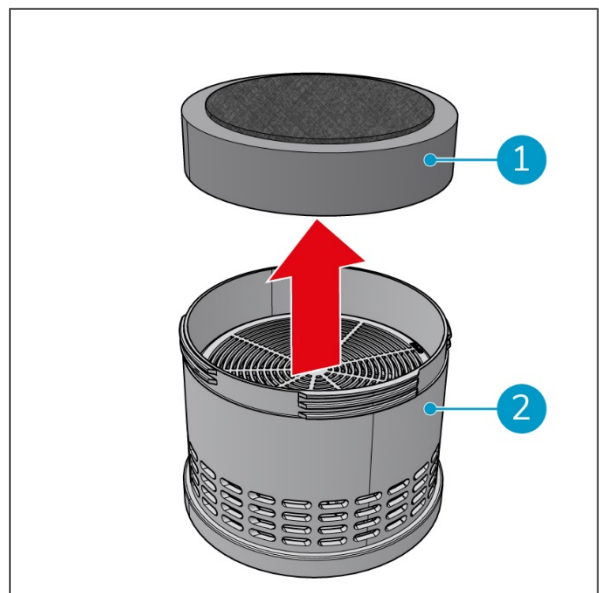
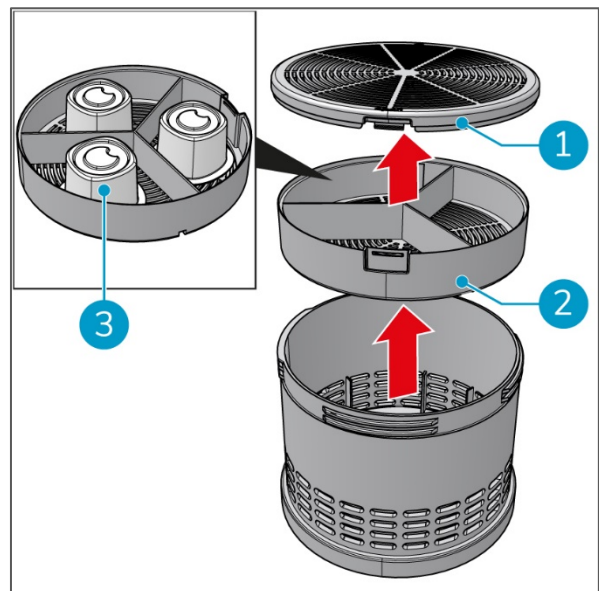

Figure 25
Figure 27
4. Retirez l'ancien filtre du moteur (Figure 25, pos. 1) du boîtier du filtre.
5. Mettez le nouveau filtre du moteur (Figure 25, pos. 1) dans le boîtier du filtre (Figure 25, pos. 2).
4. Retirez le filtre du moteur (Figure 25, pos. 1) du boîtier du filtre.
5. Retirez la cartouche de parfum (Figure 27, pos. 2) du boîtier du filtre.
6. Retirez le couvercle de la cartouche de parfum (Figure 27, pos. 1).
7. Insérez 1, 2 ou 3 dosettes de parfum (Figure 27, pos. 3) dans la cartouche de parfum.
8. Remettez le couvercle (Figure 27, pos. 1) sur la cartouche de parfum (Figure 27, pos. 2).
9. Remettez la cartouche de parfum (Figure 27, pos. 2) dans le boîtier du filtre (Figure 25, pos. 2).
10. Remettez le filtre du moteur (Figure 25, pos. 1) dans le boîtier du filtre (Figure 25, pos. 2).